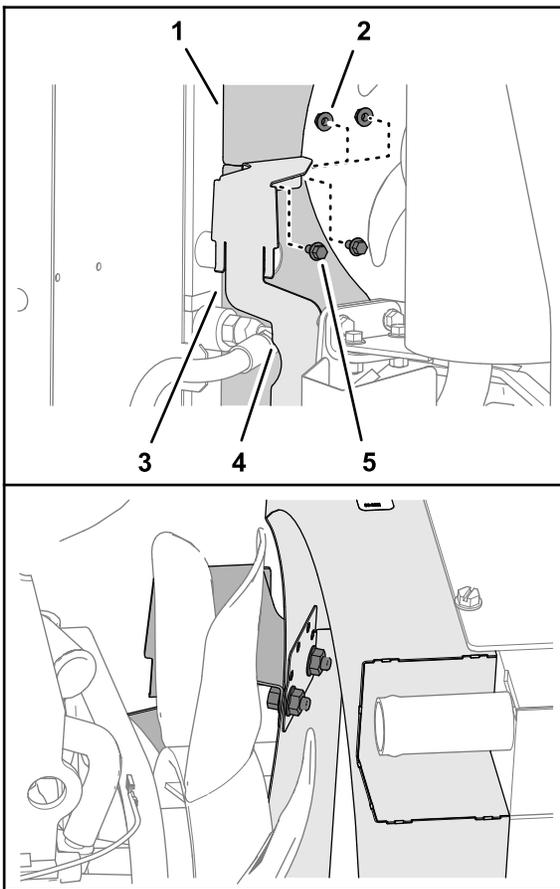

図 43
4. 上下のファンシュラウドと冷却液補助タンクブラケットを取り付ける **図 43**フランジヘッドねじ1/4 x 1/2"2本と鋸歯付きフランジナット1/4"2個を使用する。